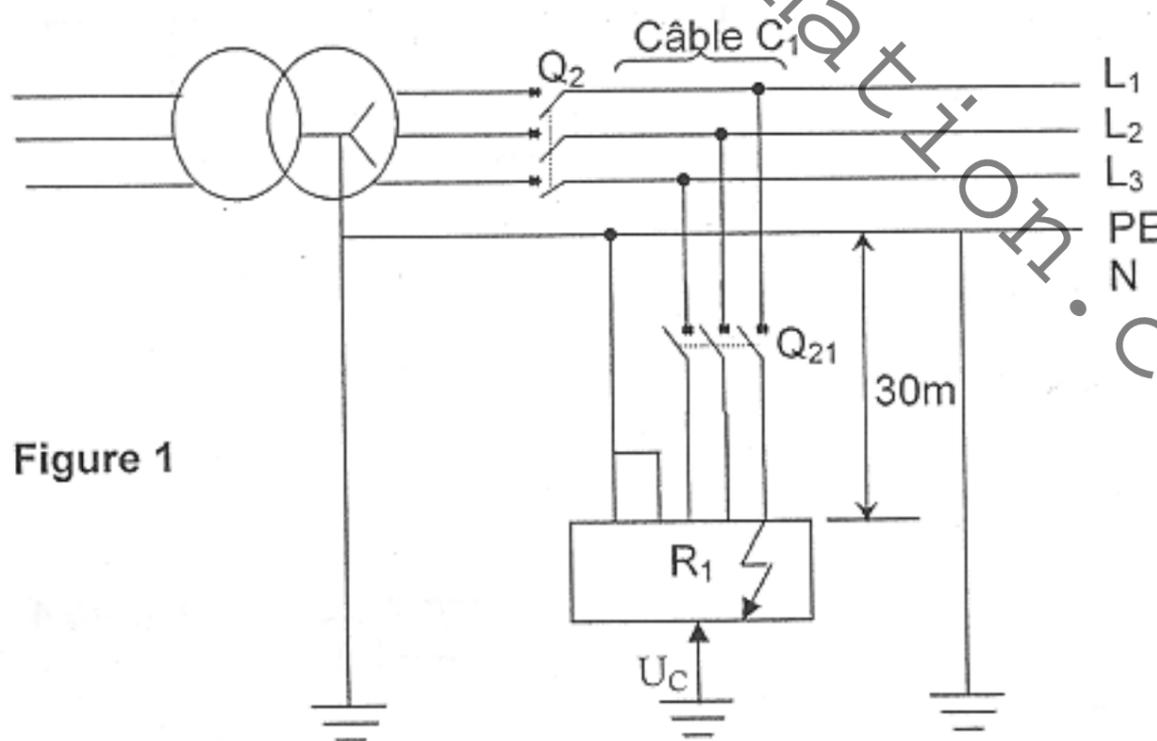

Figure 1
- 1.1 On utilise le schéma de liaison à la terre de la figure 1 ci-dessous dans une usine de métallurgie. En cas d'un défaut d'isolement dans l'atelier, les impédances en amont du départ provoquent une chute de tension de 20%. La tension au niveau du dispositif de protection est estimée à 80% de la tension simple $V = 230\text{ V}$, en service normal au point où est installé le dispositif de coupure. Le câble C_1 est formée de 4 câbles unipolaires jointifs avec âme en cuivre isolé au PVC dont les caractéristiques sont: $S_{PH} = 185\text{ mm}^2$; $S_{PEN} = 185\text{ mm}^2$; longueur 30m; $\rho = 22,5 \times 10^{-3} \Omega \cdot \text{mm}^2/\text{m}$. Disjoncteur Q_{21} : calibre 80A.